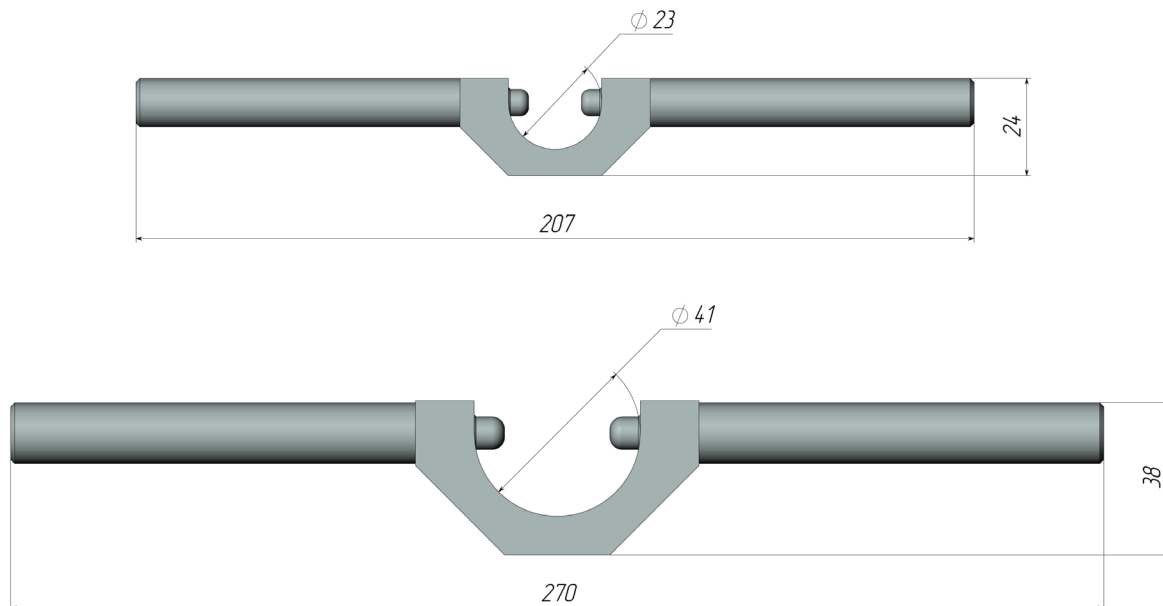

Рисунок 21 - Приспособления для сборки
4.5 Закрепить приспособление в верхней части нижней секции, плотно вкрутив опорные винты в обечайку таким образом, чтобы центральный электрод волновода был надежно зафиксирован по отношению к наружной трубе волновода (рисунок 21).